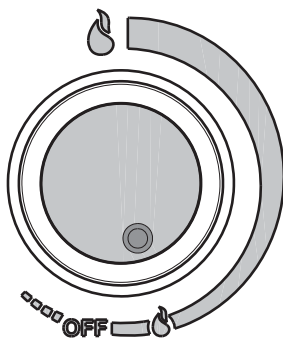

fig. 8B
- Para encender el calentador de agua hacia la izquierda gire a la posición el selector "A" en el símbolo "🔥" (fig. 8B).
El equipo cuenta con un dispositivo denominado economizador de gas, que da la posibilidad de seleccionar, a su gusto, la temperatura del agua caliente suministrándola a la temperatura más cercana a la de uso, realizando al mismo tiempo un interesante ahorro de gas. El dispositivo economizador se conecta girando el botón "A" hasta alcanzar la posición "🔥" (fig. 8B). La incorporación del economizador permite limitar la máxima potencia térmica cuando las exigencias de temperatura son reducidas (bajo salto térmico o bajo consumo de agua como por ejemplo durante el periodo estival).